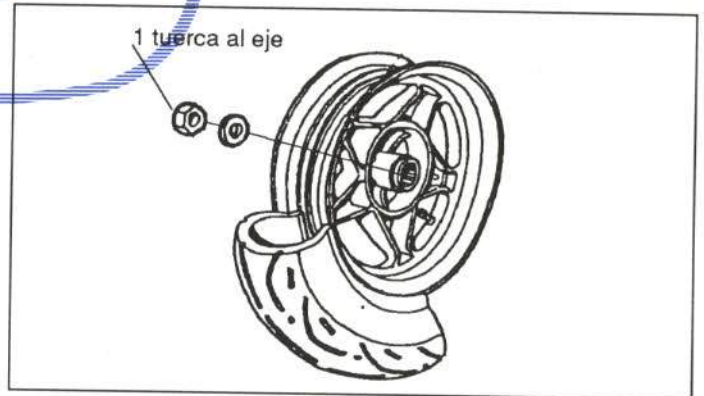

Figura 26.- Fijación de la rueda trasera
- Rueda trasera (figura 26)
La fijación de esta pieza se presenta en la figura 26.